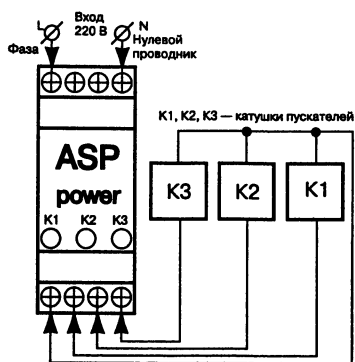

**Рис. 5.32.** Рекомендуемые схемы включения:
- ♦ После каждого аварийного отключения включение происходит только через 2 минуты. Индикатор при этом горит красным цветом! Если обнаружится, что на вводе квартиры, частного дома, офиса напряжение выходит за пределы допустимых значений, то необходимо сообщить об этом в аварийную службу электросетей. Устройство не требует обслуживания, но необходимо оберегать его от загрязнения и попадания влаги. Схемы включения ASPauto3R представлены на **рис. 5.31** и **рис. 5.32**.